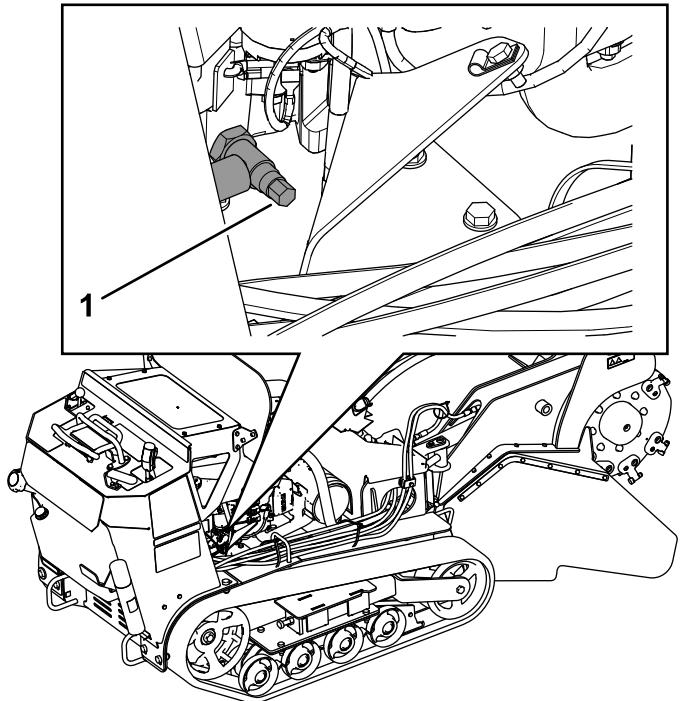
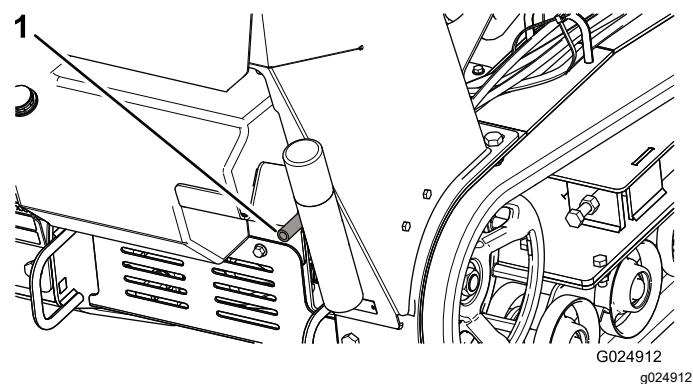

Bild 32
Bild 33
5. Stellen Sie eine Auffangwanne unter den Ablassschlauch. Drehen Sie das Ölabblassventil, damit das Öl ablaufen kann (Bild 32 und Bild 33).